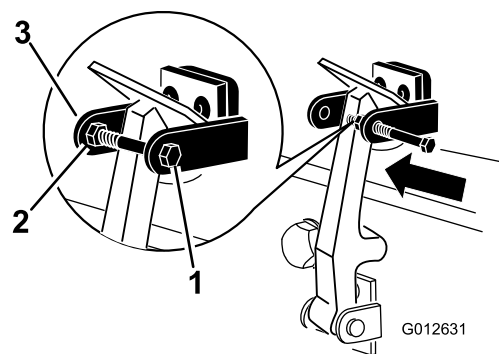

Рисунок 6
9. Вставьте болт через другой рычаг стопорного кронштейна по стандарту CE и закрепите болт контргайкой и шайбой (Рисунок 6).